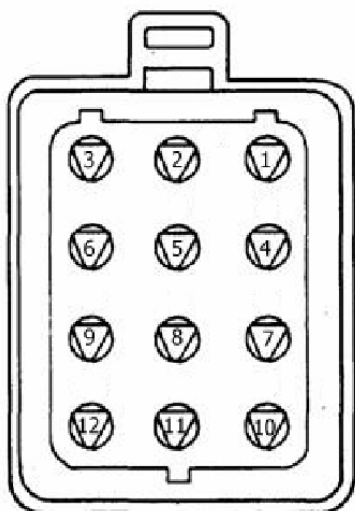

Рис. 1. Колодка ГАЗ-12.
- На а/м ГАЗ с ЭБУ МИКАС 5.47/7.1/7.2, ИТЕЛМА VS5.6, СоАТЭ, МИКАС 11 устанавливается 12-ти контактная диагностическая колодка ГАЗ-12 (см.рис.1), для подключения используйте кабель ГАЗ-12. Колодка расположена в моторном отсеке.